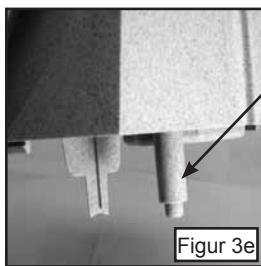
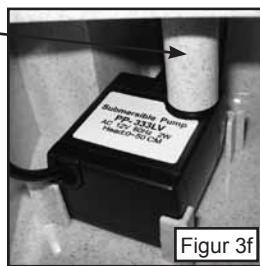

Figur 3c
Figur 3d
- 2) Før pluggen gjennom åpningen ved siden av pumpen. Du kan gjemme ledningen i "ledningskanalene" under buen (Figur 3c), og deretter føre ledningen langs baksiden av vannautomaten til "ledningshakket". (Figur 3d).